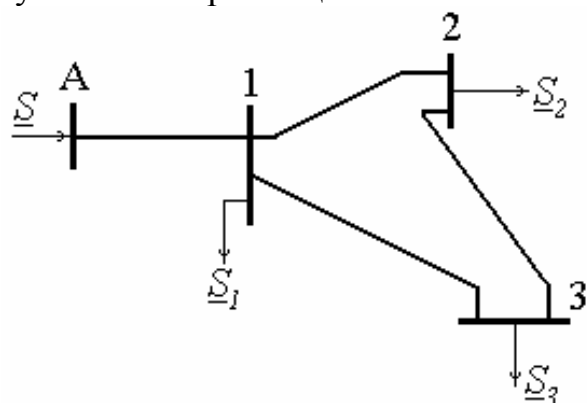

Рис. 59. Схема сети к задаче 37
**Задача 37.** Для схемы сети, изображенной на рис. 59, определить мощность, поступающую в сеть от источника с учетом потерь мощности в линиях.